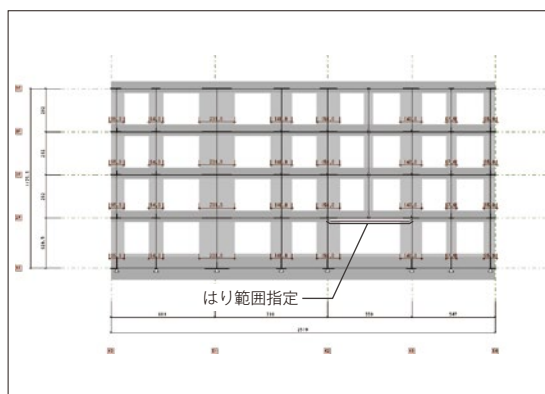

図5 モデル化軸組図表示例
- ・直交はりや交差するはりや下階壁抜け柱を受けるはりの範囲を指定して、断面計算を行えます(図5)。